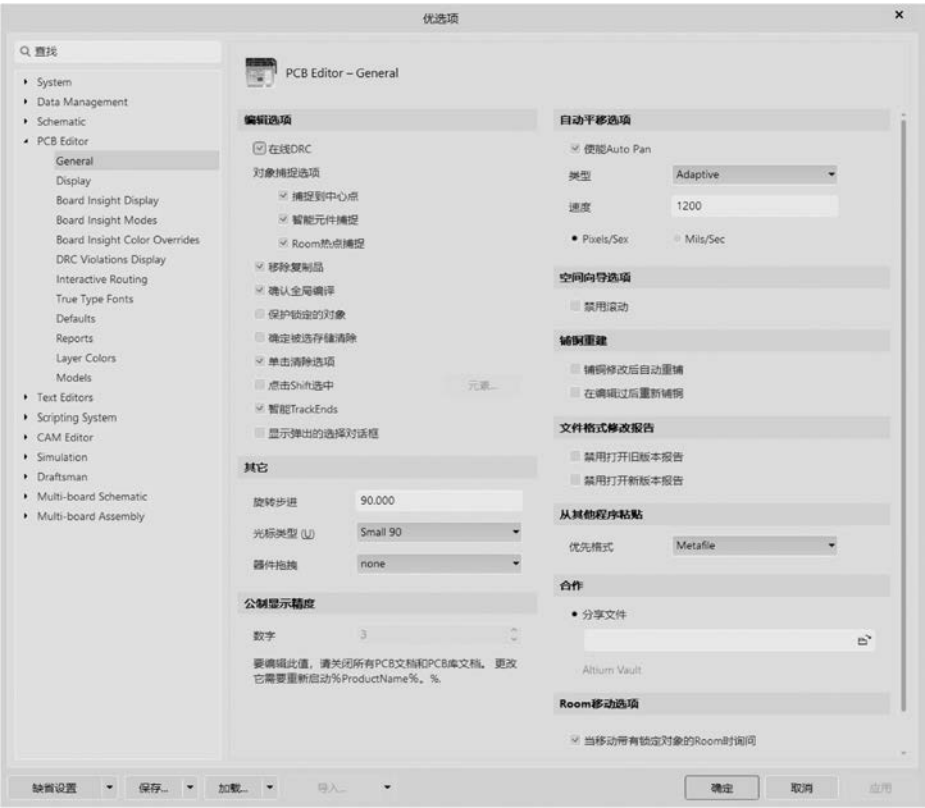

图 5-38 “选项”对话框
(3) 设置工作区颜色。颜色设置由读者自己把握，这里不再赘述。
(4) 设置“优先项”对话框。单击菜单栏中的“工具”→“优先选项”命令，或者在工作区单击鼠标右键，在弹出的右键快捷菜单中选择“优先选项”命令，系统将弹出如图 5-38 所示的“优先项”对话框，使用默认设置即可。单击“确定”按钮，关闭该对话框。
(5) 放置焊盘。在“Top-Layer”(顶层)单击菜单栏中的“放置”→“焊盘”命令，光标箭头上悬浮一个十字光标和一个焊盘，单击确定焊盘的位置。按照同样的方法放置另外两个焊盘。